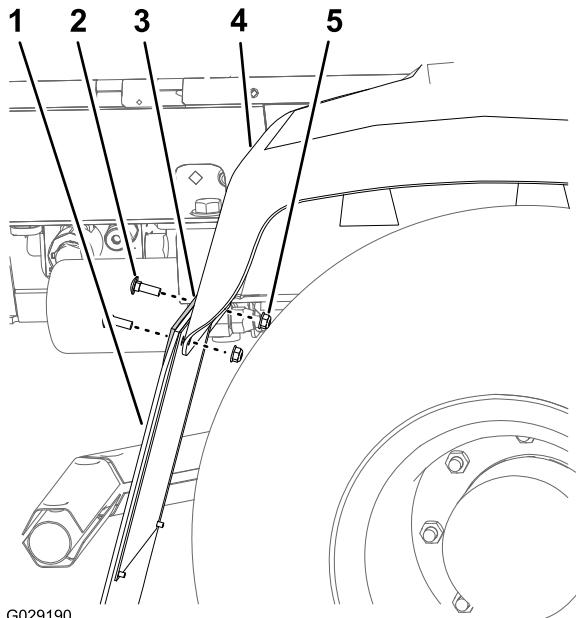

Figura 5
2. Rimuovete i 2 bulloni a testa tonda e i 2 dadi di bloccaggio flangiati che fissano la protezione dagli schizzi al supporto del parafango posteriore e al parafango posteriore destro (Figura 5).